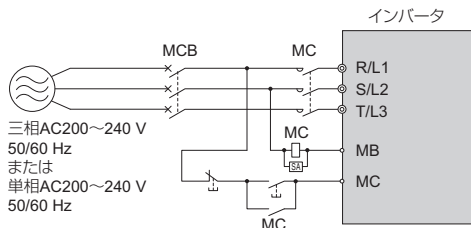
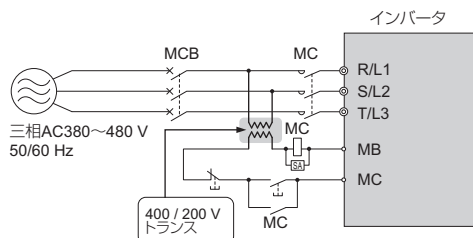

図 7.2 配線用遮断機の接続 (単相/三相 200 V 級)
図 7.3 配線用遮断機の接続（三相 400 V 級）
- MCB または漏電ブレーカ (ELCB) を複数のインバータで共用する場合や、他の機器と共用する場合は、図 7.2、図 7.3 のように MC を使用して異常出力で電源を OFF するシーケンスを組んでください。400 V 級電源入力使用時は、400 / 200 V のトランスを接続してください。